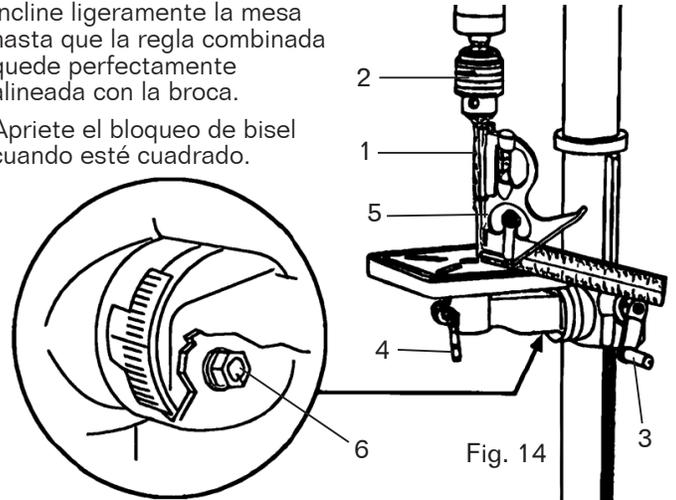

Fig. 14
MESA DE ESCUADRADO A LA BROCA (FIG. 14)
1. Inserte una broca de 3" de largo (Fig. 14 - 1) en el mandril (Fig. 14 - 2) y apriete las mordazas con la llave del mandril.
2. Levante la mesa con la manivela (Fig. 14 - 3). Bloquee la mesa (Fig. 14 - 4) aproximadamente 1" por debajo de la broca.
4. Si se necesita un ajuste, afloje el perno de bloqueo de bisel (Fig. 14 - 6) con una llave.